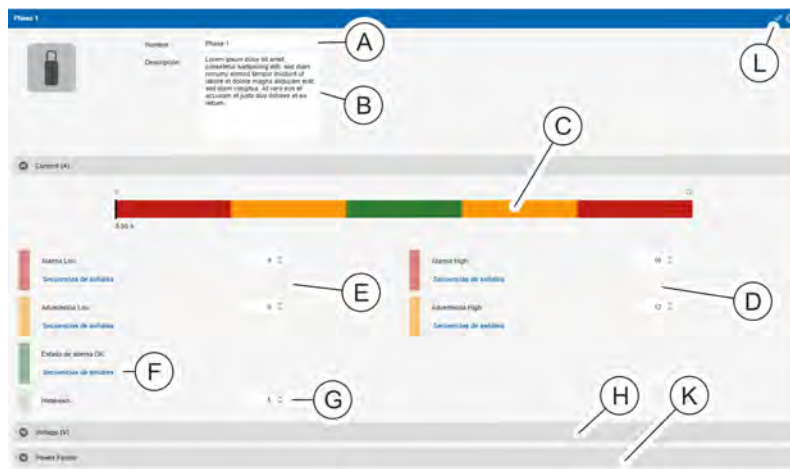

Fig. 125: Vista detallada
4. ▶ En caso necesario, cambie el nombre de la fase (Fig. 125/A) en la vista detallada y, dado el caso, añada una descripción (Fig. 125/B).
5. ▶ En el campo "Current (A)", introduzca un valor de "Advertencia High" y de "Alarma High" (Fig. 125/C).
- ⇒ Los valores umbral aparecen indicados con colores (Fig. 125/C).
8. ▶ En el campo "Current (A)", asigne al parámetro "Estado de alarma OK" (Fig. 125/F) una secuencia de señales en caso necesario (de forma análoga a los pasos 5 y 6).
9. ▶ En el campo "Current (A)", introduzca un valor de "Alarma Low", "Advertencia Low" e "Histéresis" (Fig. 125/E y G) y asigne una secuencia de señales (de forma análoga a los pasos 5–7).
10. ▶ Repita los pasos 5–9 para el campo "Voltage" con el objeto de definir el rango de tensiones (Fig. 125/H).
11. ▶ Repita los pasos 8–9 para el campo "Power Factor" con el objeto de definir el factor de potencia (Fig. 125/K).
12. ▶ Confirme la selección con el botón "Guardar" (Fig. 125/L).